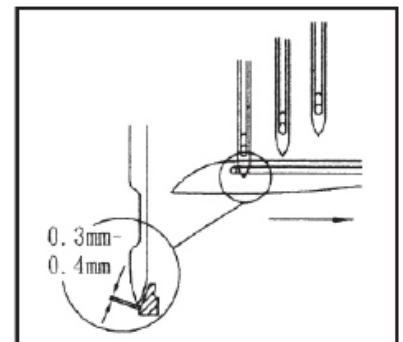

Рис. 23
3. Когда петлитель перемещается назад к левой игле, конец левой иглы должен заходить на скошенный край к край петлителя на 0,3–0,4 мм (Рис.23).